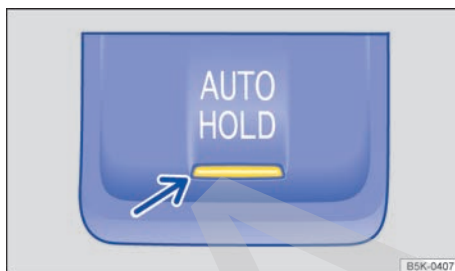

Fig. 185 En la parte inferior de la consola central: tecla de la función Auto Hold.
Cuando la función Auto Hold está activada, el testigo de control de la tecla **AUTO HOLD** → fig. 185 (flecha) permanece encendido en **amarillo**. El hecho de que la función Auto Hold esté activada no quiere decir que retenga el vehículo e impida que se desplace.
- Pulse la tecla (AUTO HOLD) → ▲. El testigo de control de la tecla (AUTO HOLD) → fig. 185 (flecha) se enciende en *amarillo*.
- Pulse la tecla (AUTO HOLD) → ▲. El testigo de control de la tecla (AUTO HOLD) → fig. 185 (flecha) se apaga.